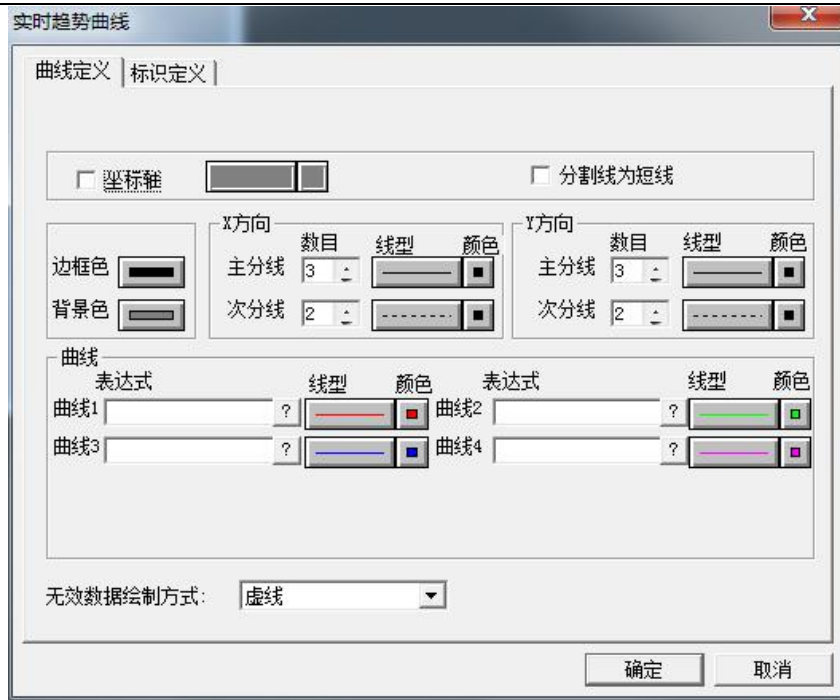

图 6-2
- 4、“实时趋势曲线”对象，弹出“实时趋势曲线”设置窗口，如图 6-2 所示。